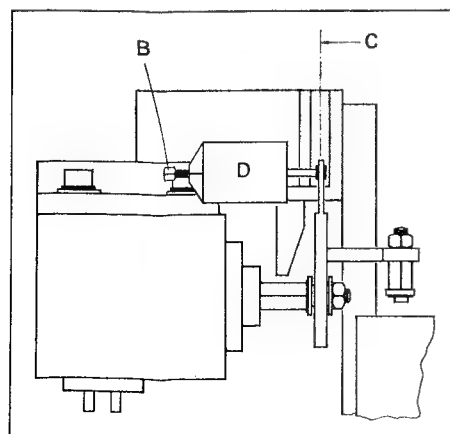

Fig. 3.11
- Wechselweise Taste PLAY und STOP drücken und die Bewegung des Schwenkträgers beobachten. Durch Drehen der Sechskantmutter [B] am Kolbendämpfer (Fig. 3.11) die Dämpfung so einstellen, dass sich der Schwenkträger kontinuierlich und ohne zu rucken in die PLAY- oder STOP-Position begibt (siehe Kapitel 3.2.4).
- Alternately press PLAY and STOP keys and check the movement of the pivoting carrier. By rotating hexagon nut [B] on the dash pot (Fig. 3.11), adjust the damping action in such a manner that the pivoting carrier moves continuously and freely without jerking into the PLAY or the STOP position (refer to 3.2.4).